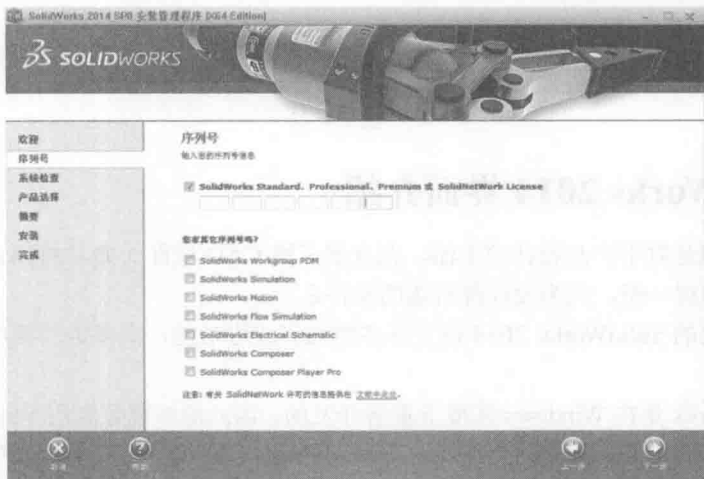

图 1.2
**Step 02** 在如图 1.2 所示的界面中输入序列号，按照安装界面的提示单击“下一步”按钮。